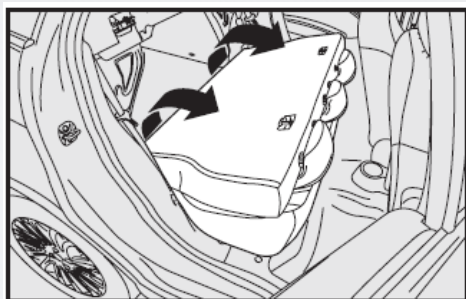

fig. 89
4) Incline hacia adelante el respaldo, haciendo pasar lateralmente los cinturones, hasta apoyarlos sobre el asiento trasero fig. 89.